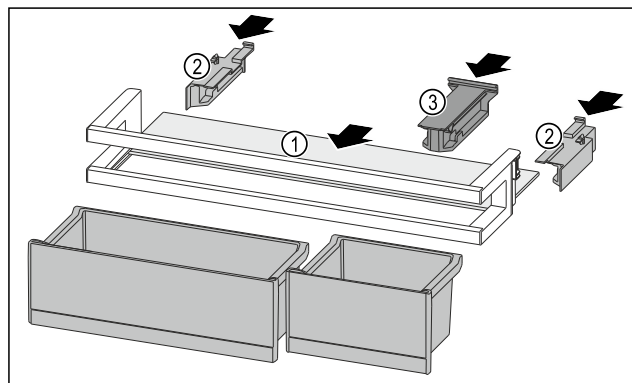

Fig. 135
- Inserire il ripiano Fig. 135 (1) negli incavi laterali.
- Inserire gli elementi laterali Fig. 135 (2).
- Inserire l'elemento di tenuta Fig. 135 (3).